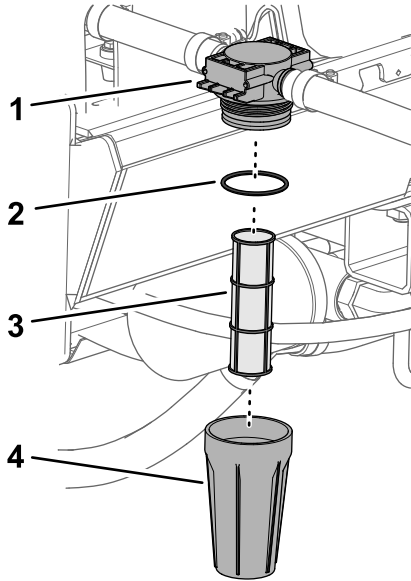

Bild 42
1. Drehen Sie den Filter nach links, um die Schale vom Filterkopf abzunehmen (Bild 42).
2. Prüfen Sie den Filtereinsatz auf Beschädigungen oder eine Ansammlung von Sediment oder Rückständen (Bild 42).
- A. Nehmen Sie den Filtereinsatz vom Filterkopf ab (Bild 42).
- C. Setzen Sie den Filtereinsatz in den Filterkopf ein (Bild 42).
3. Prüfen Sie den O-Ring auf Beschädigungen (Bild 42).
4. Schrauben Sie die Glocke nach rechts auf den Filterkopf auf und ziehen sie mit der Hand an (Bild 42).